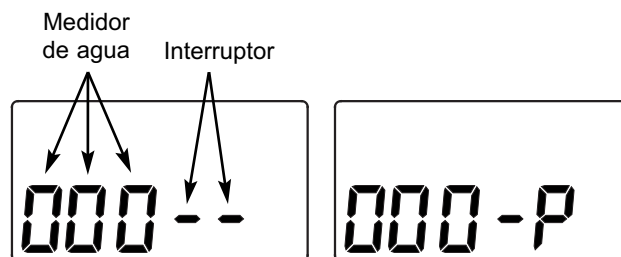

FIG. 31
3. La letra "P" y una raya (o rayas) indican el funcionamiento del interruptor POSITION (Posición) (vea la Fig. 31). Si aparece la letra, el interruptor está cerrado. Si aparece la raya, el interruptor está abierto.